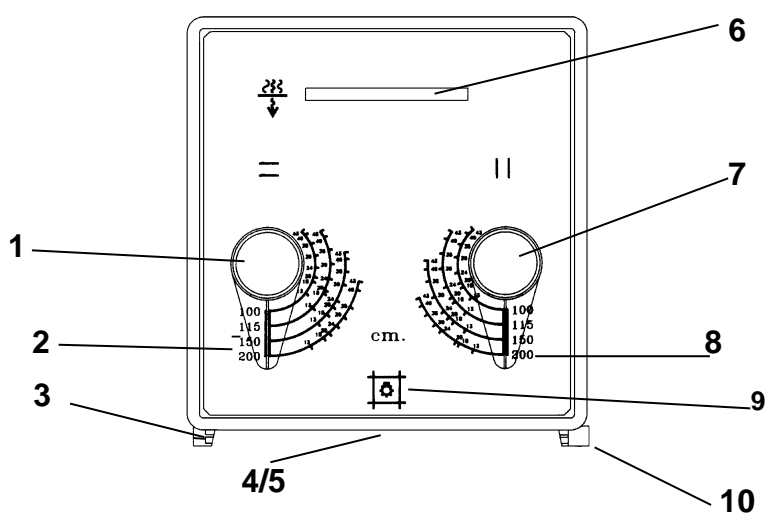

Abbildung 2-5 Tiefenblende
- Durch Betätigung der Taste (Abbildung 2-5/9) die Lichtvisierlampe einschalten, um die Öffnung der Tiefenblendenlamellen zur benutzten Kassette zu prüfen.
- Mit den Einstellern (Abbildung 2-5/1 und Abbildung 2-5/7) die Tiefenblendenlamellen auf die Größe der benutzten Kassette einstellen. Die Einstellung wird an der Skala (Abbildung 2-5/2 und Abbildung 2-5/8) für den entsprechenden Fokus-Film-Abstand (FFA) vorgenommen. Damit ist das Licht-/Strahlenfeldes auf die benutzte Kassettengröße begrenzt.
- Das Lichtfeld mit den Einstellern (Abbildung 2-5/1 und Abbildung 2-5/7) auf die Größe der benutzten Kassette einstellen. Damit ist das Strahlenfeld auf die benutzte Kassettengröße begrenzt.
- Durch Betätigung der Taste (Abbildung 2-5/9) die Lichtvisierlampe einschalten.
- Die Röntgenstrahlereinheit auf die gewünschte Höhe einstellen, und mit dem Zentrierlicht der Lichtvisiereinrichtung (Abbildung 2-5/4) die Röntgenstrahlereinheit zur Laufstereinrichtung ausrichten.